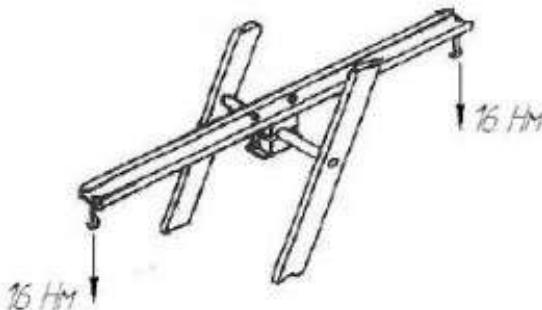

Рисунок 2
6.3.1. Прочность заделки ступенек лестницы путем нагружения каждой ступеньки знакопеременным крутящим моментом величиной 16 ± 1 Нм относительно её продольной оси в течение 10 с в каждом направлении (рисунок 2). Проворачивание ступенек не допускается.